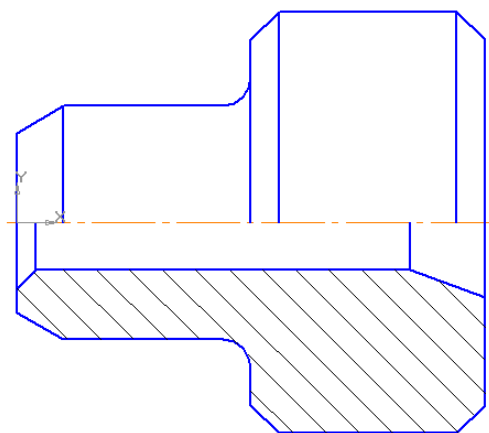

Рис. 76
- Самостоятельно выполните штриховку с параметрами: шаг 5 мм, угол наклона  $45^\circ$  (практическая работа № 3, п.7). Полученное изображение показано на рис. 76.
3. Для выполнения вертикальных линий, рис. 76, сделайте активной команду **Отрезок**  на панели **Геометрия**. Проведите вертикальные прямые до осевой линии (глобальная привязка **Пересечение** должна быть включена).